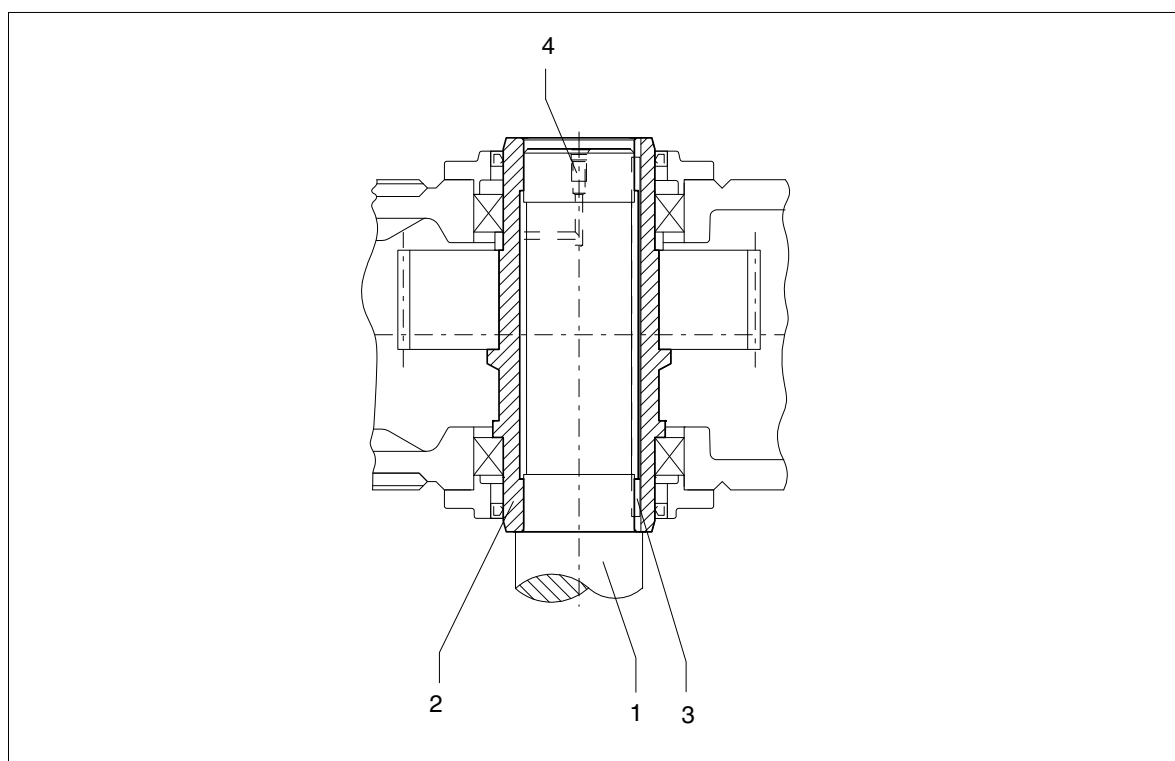

Figura 53: Eixo oco com ranhura para chaveta, preparativos
- Caso as superfícies de assento estejam grimpadas, a remoção da transmissão deve ser facilitada com a aplicação de solvente de ferrugem. A aplicação de solvente de ferrugem pode ser efectuada através do conexão de óleo de pressão (ver figura 53) por exemplo através de uma bomba.